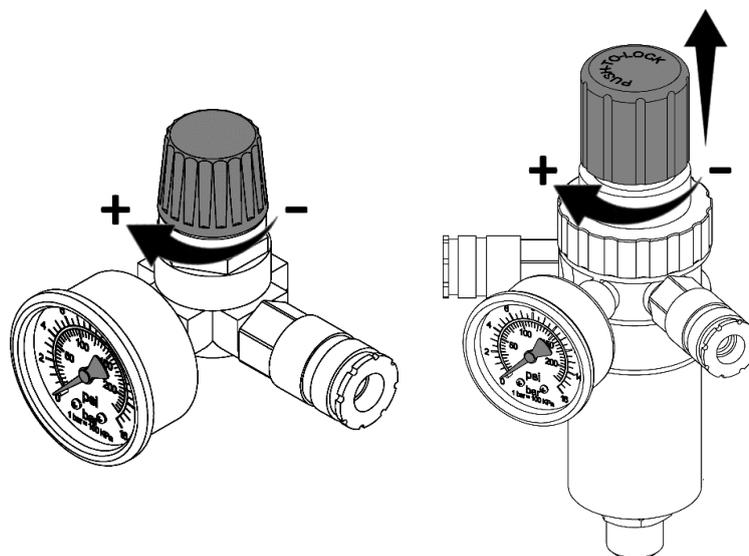

Рисунок 11
7.3.1 Настройка давления в подсоединенных пневматических инструментах регулятором давления осуществляется следующим образом (см. рисунок 11):